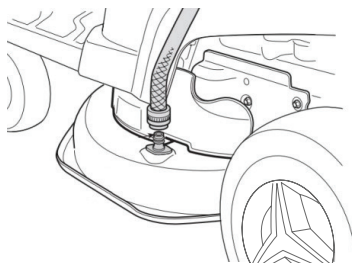

Рис. 23
- Очистите лезвие и платформу, подсоединив водопроводный шланг к насадке для воды (Рис. 23).